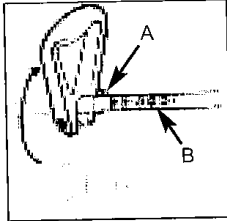

Fig. 1
1. Lösen Sie die Einstellschraube und drehen Sie den Griff nach oben. Positionieren Sie den Griff entsprechend der Pfeilrichtung siehe Warnaufkleber (B) siehe Fig. 1.